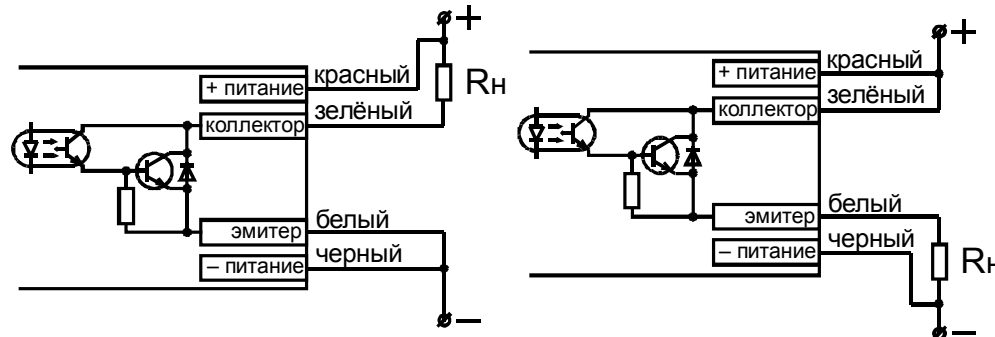

Рис.2. Варианты подключения фотодатчика МикРА Ф3.
- Выполнить все электрические соединения в соответствии со схемой подключения фотодатчика (рис.2).